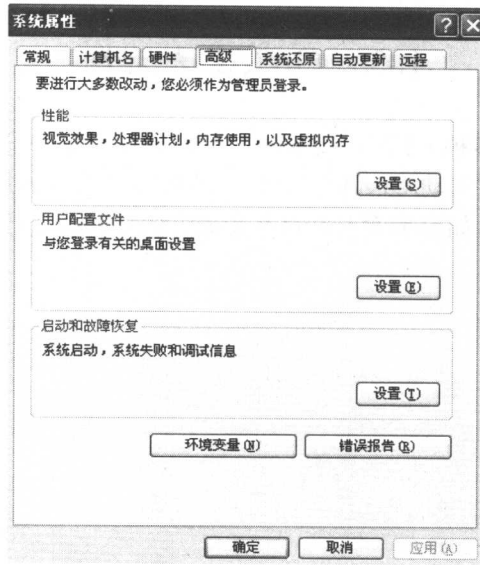

图 1.2.19 系统属性对话框
①将 Crack 文件夹中的 OrCAD_v105. dat 文件复制到指定安装的路径下,如 D:\OrCAD_10.5\OrCAD_v105. dat,注意扩展名为 dat;
②选择“我的电脑”,单击鼠标右键,选择“属性”选项,弹出系统属性对话框,单击“高级”页,如图 1.2.19 所示;